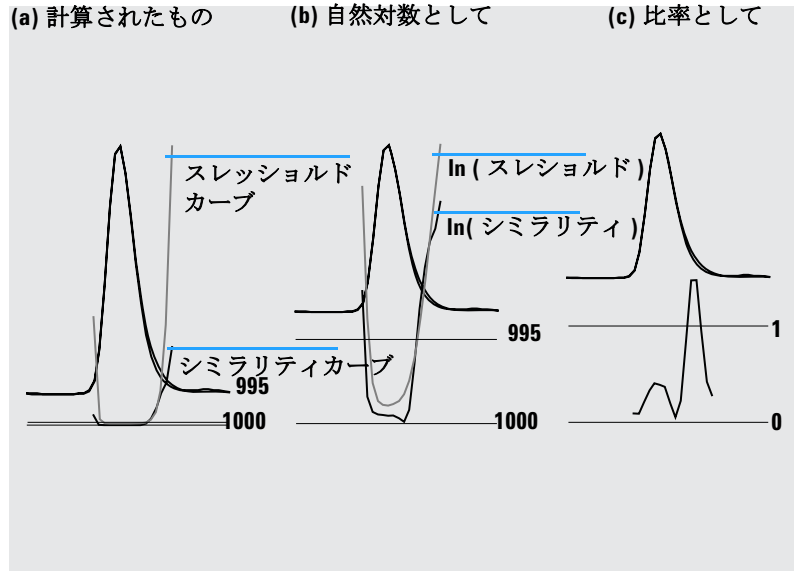

図 10 スレッシュホルドカーブおよびシミラリティカーブ
- 1 いずれの変換もなし、37 ページの 図 10 \(a\) を参照してください。
- 2 自然対数として、 \ln 、グラフ下部のピーク頂点の詳細の利点と共に、37 ページの 図 10 \(b\) を参照してください。
- 3 比率として: 比率 = $\frac{1000 - \text{シミュリティ}}{1000 - \text{スレッシュホールド}}$ 、37 ページの 図 10 \(c\) を参照してください。